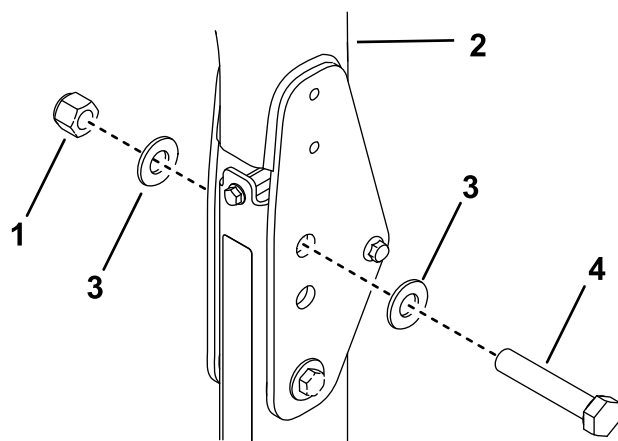

Рисунок 37
2. Установите шайбу (13/16 x 1 1/2 дюйма) на каждый болт (3/4 x 4 дюйма), как показано на Рисунок 37.
3. В отверстия, из которых были извлечены штифты, установите болты с шайбами (Рисунок 37).
4. Установите еще по одной шайбе на каждый болт и закрепите с помощью гаек (3/4 дюйма), как показано на Рисунок 37.